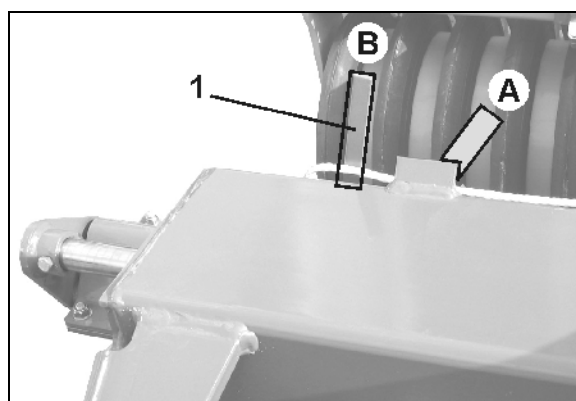

Рис. 39
- Рис. 39 - Правая сторона агрегата, поз. В.